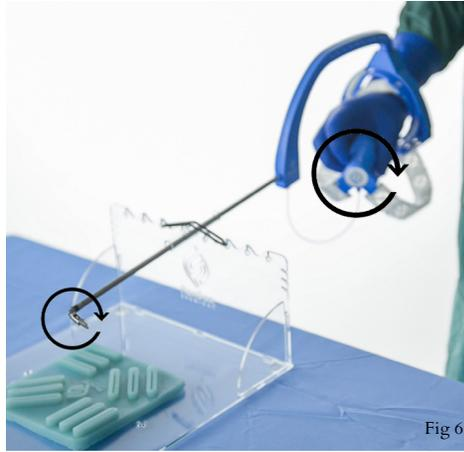

Fig 6
- Al girar el dial de rotación, se provoca que la punta articulada y el dispositivo giren sobre su eje, y eso se puede realizar mientras está recta o articulada (Fig. 6).